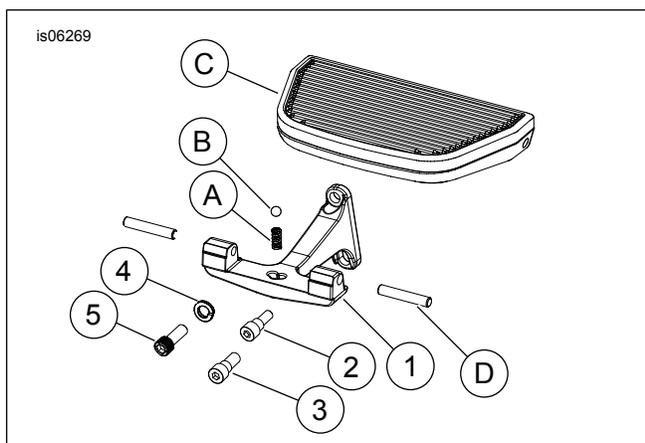

Figure 2. Pièces détachées : Support de marchepied chromé de passager
Voir Figure 2 et Tableau 1.
1. Voir Figure 2 et Tableau 1. Le marchepied de passager (C) étant en position basse, tirer le côté intérieur de la plaquette d'insertion en caoutchouc hors du marchepied pour exposer les goupilles à pivot (D).
2. Faire sortir une goupille à pivot du trou de pivot du support dans le logement central de la base du marchepied, retirer la goupille et la mettre de côté. Répéter pour la deuxième goupille. En faisant attention de ne pas perdre la bille de détente à ressort (B) de dessous, mettre l'ensemble du marchepied de côté. Retirer la bille de détente et le ressort (A) et les mettre de côté.
1. Voir Figure 2. Introduire le boulon à épaulement (2) ou (3) dans la fente du support de marchepied (1). Serrer les boulons à un couple de 5–8 N·m (48–72 in-lbs).
a. **Modèles 2010 et plus récents** : Visser le boulon à épaulement (2) de 0,8 cm (5/16 po) dans le trou **le plus bas** du support de bras oscillant arrière du cadre.
b. **Modèles 2009 et années antérieures** : Visser le boulon à épaulement (3) de 3/8 po dans le **deuxième trou le plus bas** du support de bras oscillant arrière du cadre.
2. À la hauteur souhaitée, installer la vis supérieure (5) et la rondelle-frein (4) dans le support de marchepied (1). Serrer la vis à un couple de 49–56 N·m (36–42 ft-lbs).